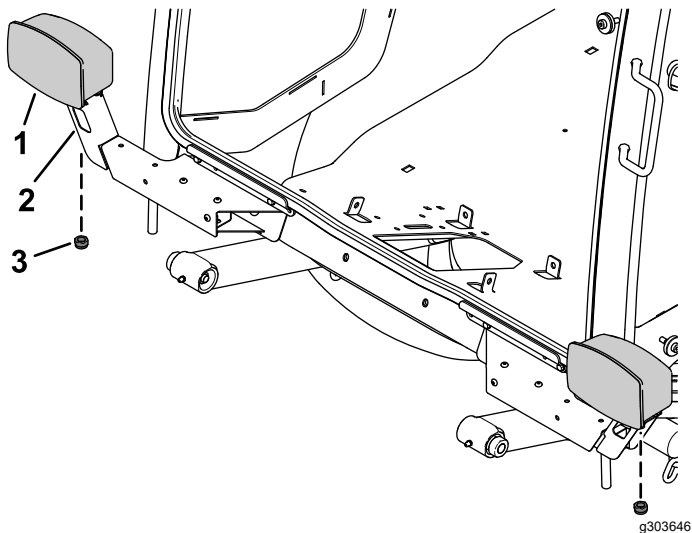

Bild 16
3. Befestigen Sie die linke und rechte Scheinwerferbaugruppe mit der an den Scheinwerferbaugruppen angebrachten Sechskantmutter an der linken und rechten Scheinwerferbefestigung (Bild 16).